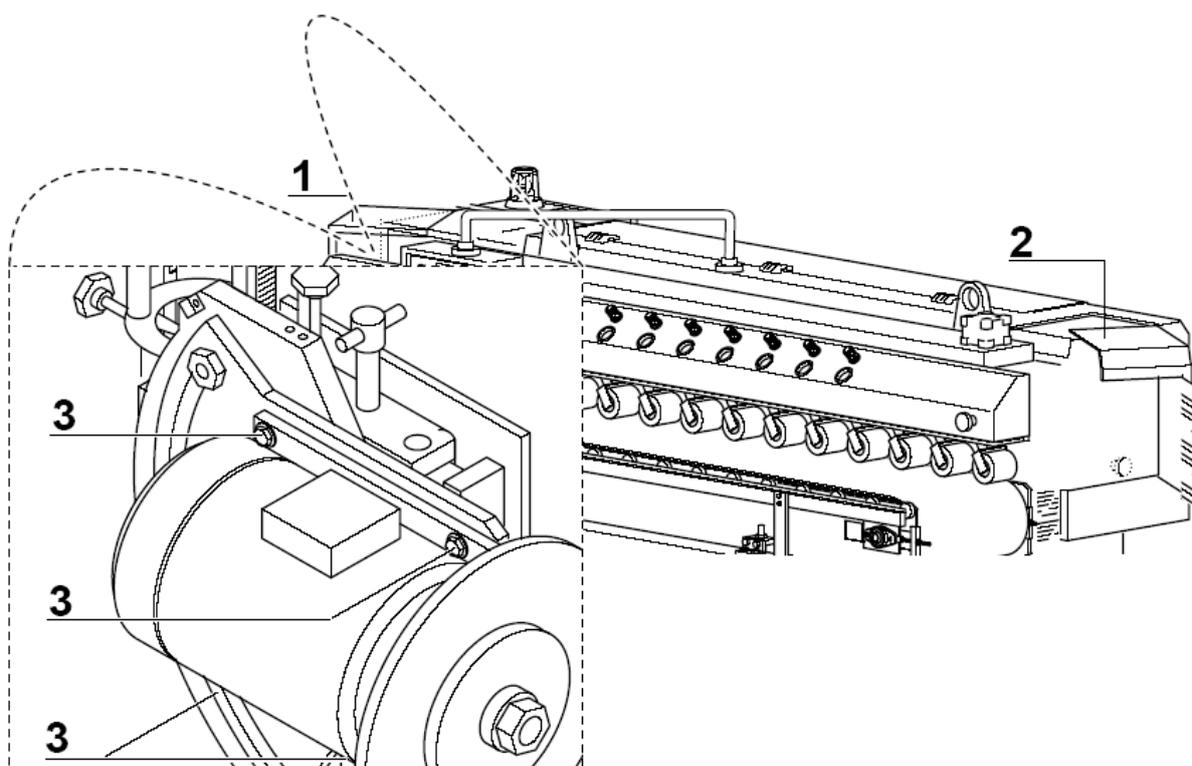

Fig. 48
1. Ouvrir la porte d'accès du mandrin calibrant (Fig. 48/1), ou façonnant (Fig. 48/2).
4. Dévisser les vis de fixation de la plaque de support du moteur électrique du calibre, ou façonneur (Fig. 48/3).